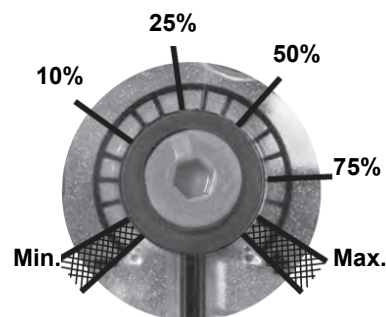

Fig. 11
**ВНИМАНИЕ:** установка выходного давления регулятора VD-R осуществляется воздействием на регулировочную кольцевую гайку (рис. 10). Положение индикатора на циферблате показывает значение давления на выходе, рассчитанное в процентах от полной шкалы PS датчика (рис. 11).